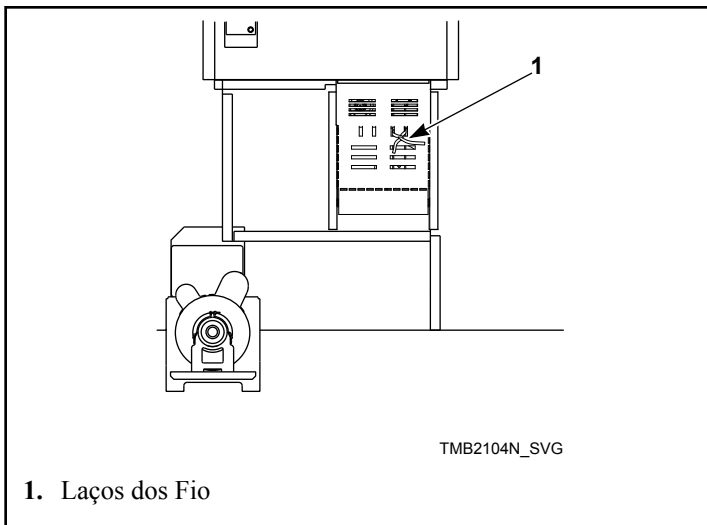

Figura 12
3. Retire e elimine o arame do interruptor do fluxo de ar para que possa oscilar livremente. Consulte a *Figura 12*.